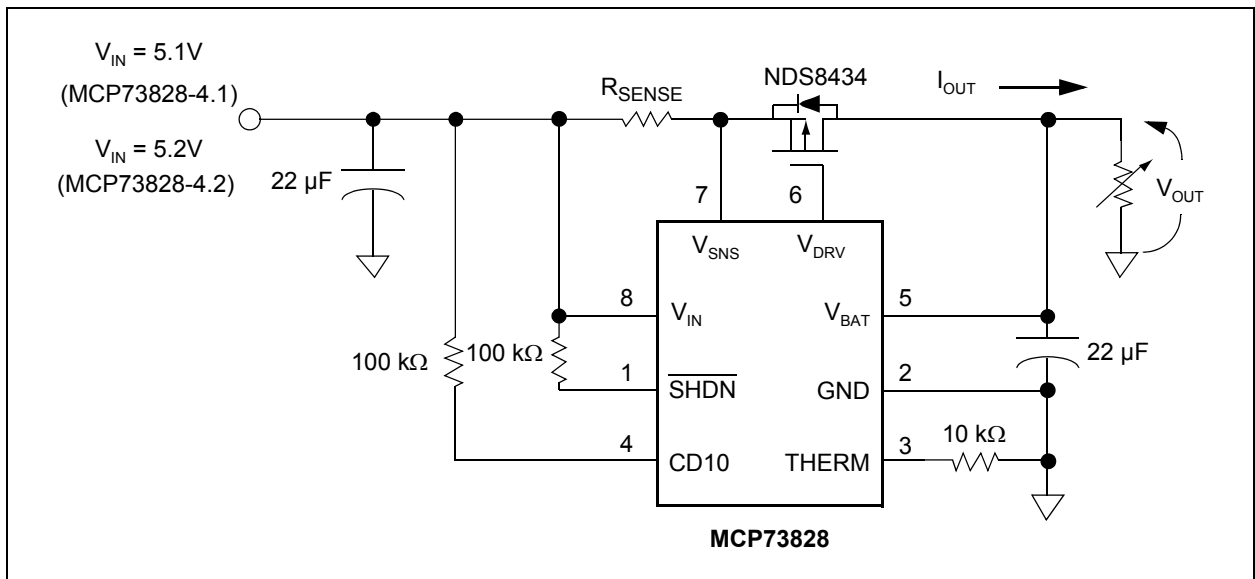

图 1-1: MCP73828 测试电路
典型值参数条件均为  $+25^\circ\text{C}$  时。测试电路参见图 1-1。
**注：** 除非另外说明，否则  $I_{OUT} = 10\text{ mA}$ ，恒压模式， $T_A = 25^\circ\text{C}$ 。测试电路参见图 1-1。
注：除非另外说明，否则  $I_{OUT} = 10\text{ mA}$ ，恒压模式， $T_A = 25^\circ\text{C}$ 。测试电路参见图 1-1。
注：除非另外说明，否则  $I_{OUT} = 10\text{mA}$ ，恒压模式， $T_A = 25^\circ\text{C}$ 。测试电路参见图 1-1。